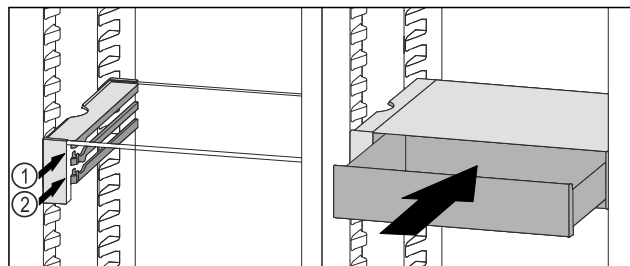

Fig. 106
- Posizionare il cassetto VarioSafe dietro i tappi sulla nervatura desiderata Fig. 106 (1) o Fig. 106 (2).